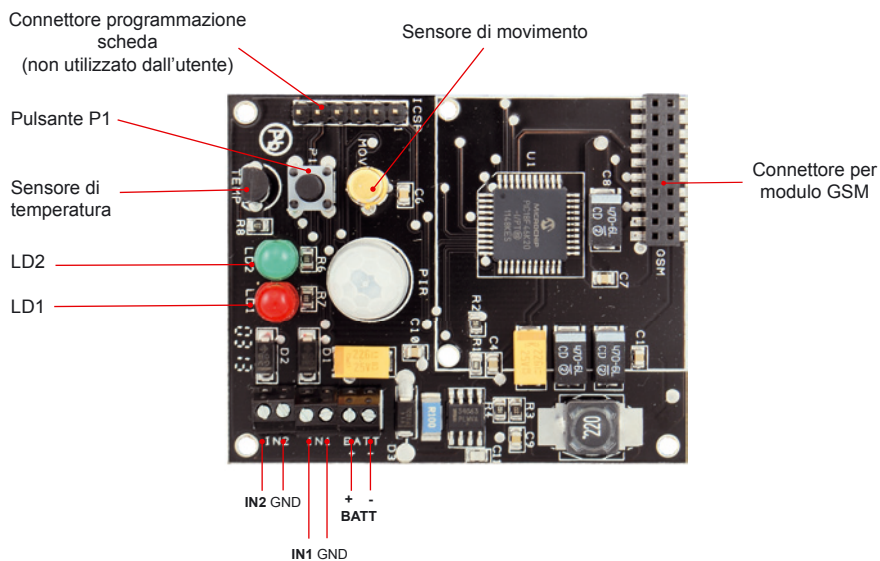

Fig. 2 - Piastra base
- Alimentare il dispositivo FT909M esclusivamente con un alimentatore stabilizzato o una batteria in grado di fornire una tensione compresa tra 6 e 32 Vdc (1 A) che deve essere applicata all'apposito morsetto di alimentazione "BATT" (vedi fig.2) rispettando la polarità indicata sulla scheda.